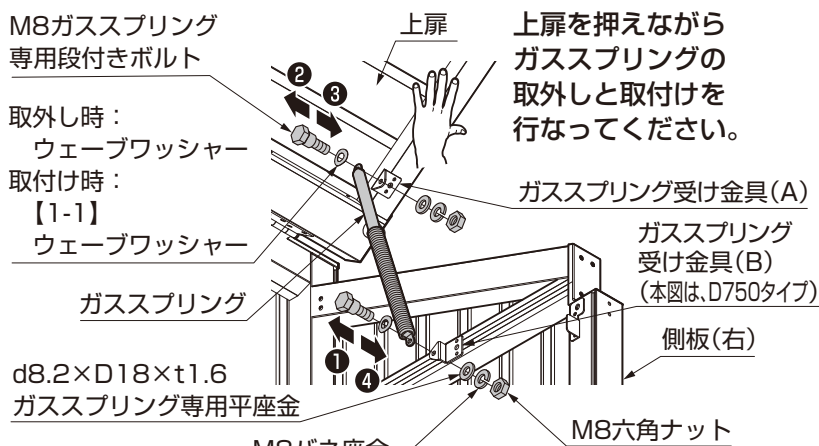

図1-1
- ①図1-1を参照してガスプリングを取外してください。
- ②図1-1を参照してガスプリングを取付けてください。